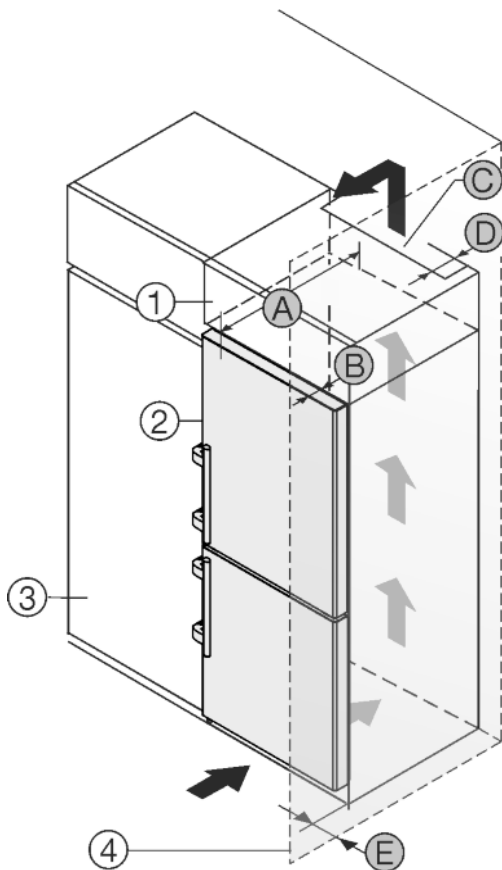

Fig. 43
L'appareil peut être réagencé avec des buffets de cuisine. Pour adapter l'appareil Fig. 43 (2) à la hauteur du coin cuisine, une rehausse Fig. 43 (1) peut être posée sur l'appareil.
L'appareil peut être installé directement à côté du buffet de cuisine Fig. 43 (3). Pour pouvoir ouvrir complètement les portes, l'appareil doit déborder de la profondeur Fig. 43 (B) par rapport à la façade du buffet. L'appareil peut déborder encore plus en fonction de la profondeur des buffets et de l'utilisation de cales d'épaisseur.
- Une sortie d'air avec la profondeur Fig. 43 (D) doit être présente au dos de la rehausse sur toute sa largeur.
- La section de ventilation Fig. 43 (C) sous plafond doit être respectée.
Si l'appareil avec les charnières est installé près d'une paroi Fig. 43 (4), la distance Fig. 43 (E) entre l'appareil et la paroi doit être respectée. Ceci correspond à la saillie de la poignée avec la porte ouverte.